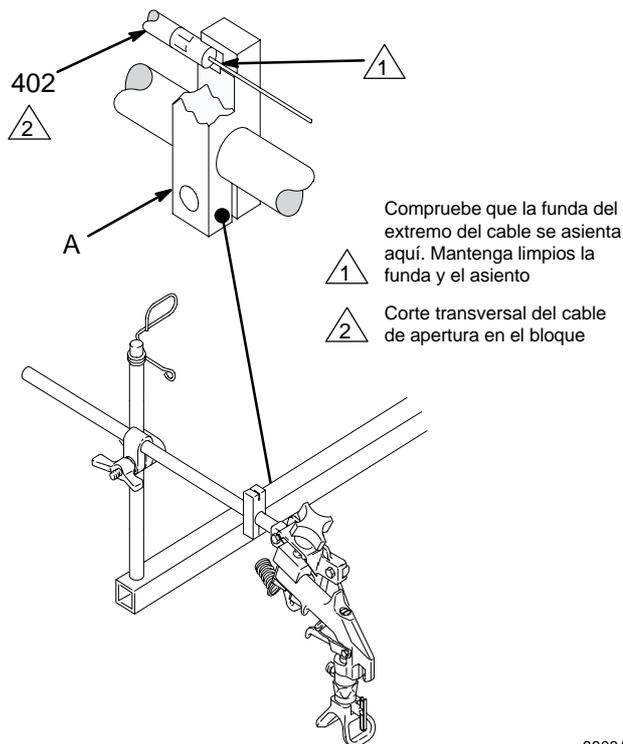
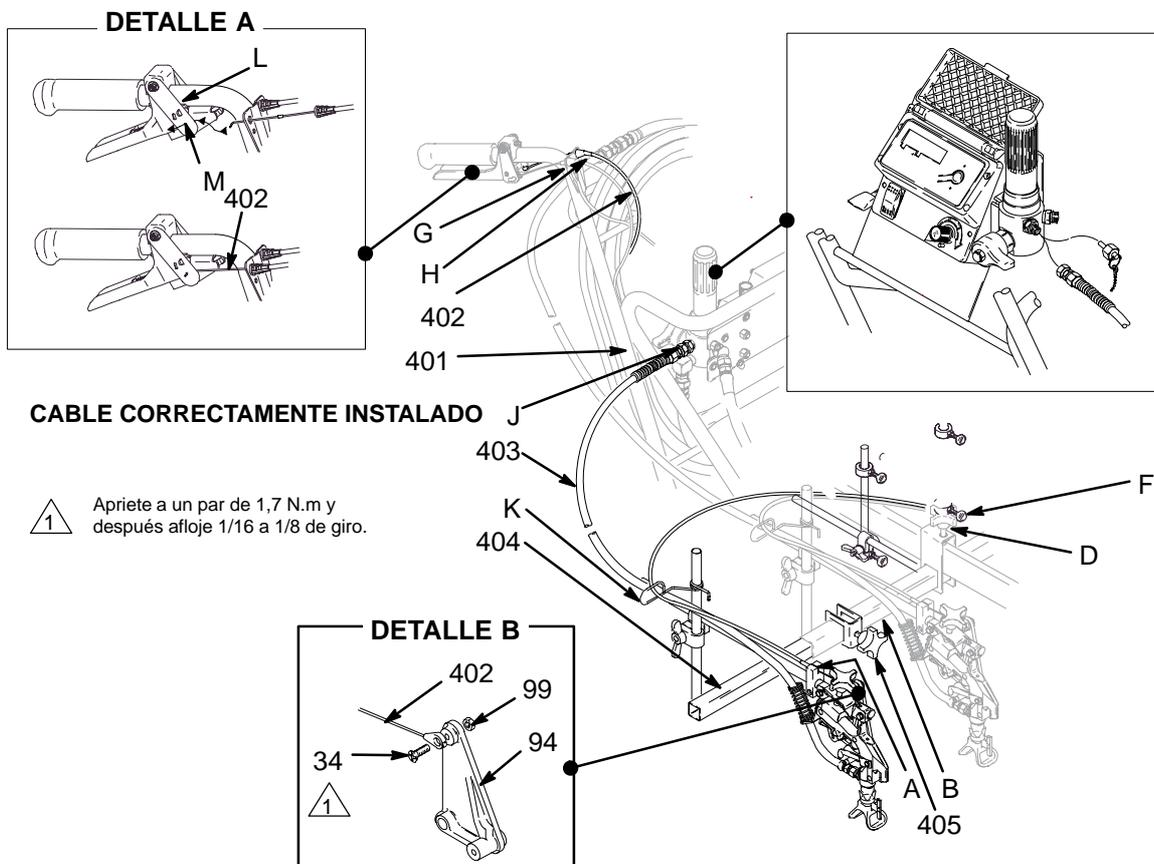

Fig. 1
Fig. 2
Para reducir el riesgo de lesiones producidas por la inyección de producto debido a disparos accidentales de la pistola, desenganche siempre el cable disparador del bloque antes de manejar la pistola. Vea la Fig. 2, Detalle A. **¡AL SOLTAR EL CABLE, LA PISTOLA SE DISPARARÁ BREVEMENTE!** Antes de retirar la pistola del soporte, enganche el seguro del gatillo de la pistola.
NOTA: La Fig. 2, que muestra la segunda pistola (pistola exterior) instalada en el lado de la carretilla correspondiente a la bomba, constituye la etapa 3 de instalación.
1. Desenganche el cable (402) del bloque (A) de la unidad de la pistola ya existente. Vea la Fig. 1. Enganche el seguro del gatillo.
2. Afloje las abrazaderas del carro (D). Deslice el vástago del carro (B) fuera de la carretilla.
3. Para montar el vástago de la segunda pistola en el lado de la carretilla correspondiente a la bomba: Deslice una abrazadera (405) sobre el vástago del carro (B) tal como se indica en la Fig. 2. Deslice el vástago del carro a través de la abrazadera del carro del lado de la bomba (D) hasta el centro de la carretilla. Deslice ahora la otra abrazadera (405) sobre el vástago del carro.
6. Desconecte el cable de apertura del tornillo (34) de la segunda pistola. Vea la Fig. 2, detalle B.
7. Desenrosque la segunda tapa exterior del filtro (J). Enrosque la manguera (403) en el racor del filtro.
8. Retire el tornillo de la abrazadera guía de la zona (F).
9. Encaje el casquillo del cable (H) en la placa de fluido (G). Guíe el cable de apertura (402) paralelamente el cable de la pistola principal, separando la abrazadera guía (F) para que el cable pueda pasar a su través. Instale y apriete el tornillo de la abrazadera guía (F). Pase el cable a través de la guía del cable (K) y a la segunda pistola.
10. Deslice el extremo en forma de gancho del cable (402) a través del orificio (M) de la placa selectora de la pistola (L). Gire el gancho y deslícelo hacia atrás hasta que se enganche en la placa. Vea la Fig. 2, DETALLE A.
11. Vuelva a conectar el cable de apertura al tornillo de la segunda pistola (34). Apriete el tornillo a un par de 1,7 N.m, y después aflójelo de 1/16 a 1/8 de giro y apriete la contratuerca (99) mientras sujeta el tornillo (34). Compruebe que la placa (94) se mueve con libertad.
12. Instale el clip (401) para sujetar el cable al bastidor.